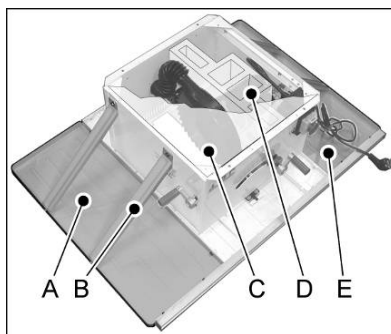

Fig. 2
Schrauben Sie die Bodenabdeckung (C, Fig. 2) ab und entfernen Sie die Transportsicherung (D).